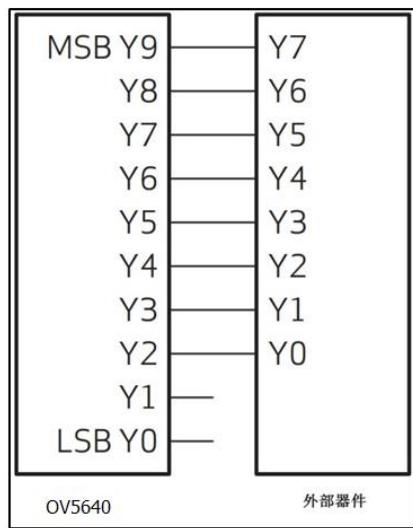

图 47-4 8 位数据线接法
(8) 数据输出信号
标号④处包含了 DSP 处理单元，它会根据控制寄存器的配置做一些基本的图像处理运算。这部分还包含了图像格式转换单元及压缩单元，转换出的数据最终通过 Y0-Y9 引脚输出，一般来说我们使用 8 根数据线来传输，这时仅使用 Y2-Y9 引脚，OV5640 与外部器件的连接方式见图 47-4。